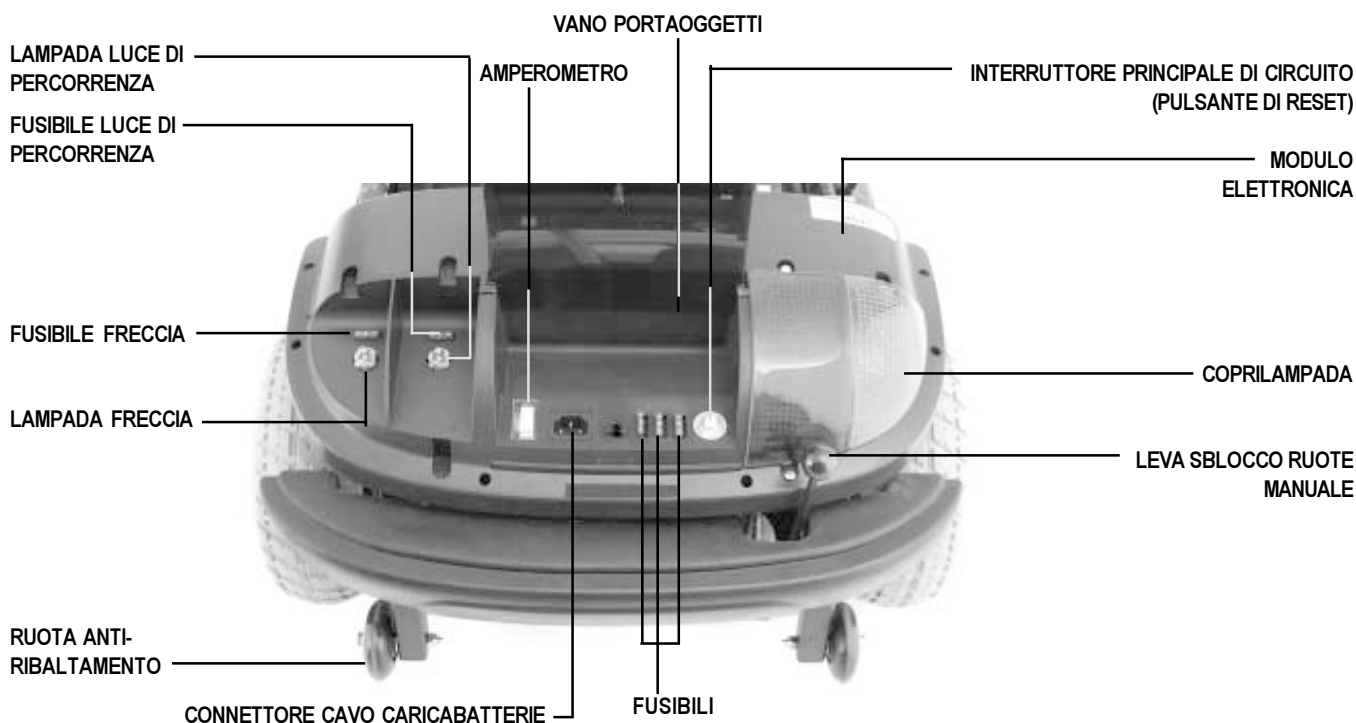

Figura 7. Retrotreno (velo di sinistra sollevato a scopo illustrativo)
Il modulo elettronica, l'interruttore principale di circuito (pulsante di reset), i fusibili, il connettore del cavo di alimentazione del caricabatterie, l'amperometro, il gruppo motore/differenziale (non raffigurato), la leva sblocco ruote manuale, le batterie (non raffigurate), e le rotelle anti-ribaltamento sono posizionate nel retrotreno del Celebrity. Si veda figura 7.
I fusibili proteggono il sistema di illuminazione, la console di controllo e il sistema di carica da eventuali sovraccarichi di corrente. I fusibili del Celebrity sono di tipo automobilistico. Si veda figura 7.
- La leva sblocco ruote manuale è situata all'estremità del blocco motore/differenziale nella parte posteriore destra dello scooter. Si veda figura 7.